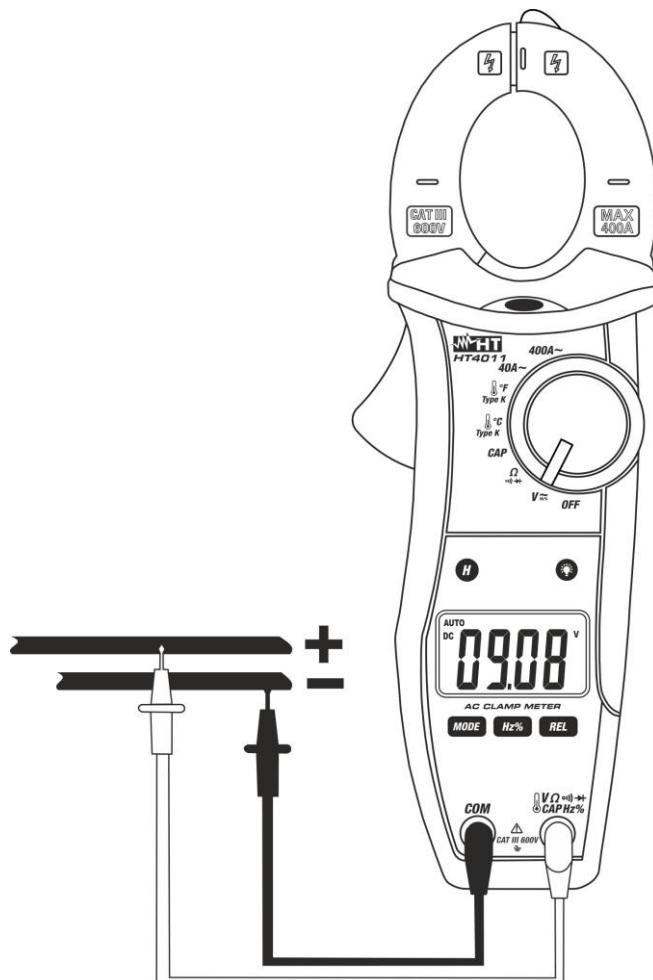

Fig. 3: Uso della pinza in misura di Tensione DC
3. Posizionare i puntali nei punti desiderati del circuito in esame (vedere Fig. 3). Il valore della tensione è mostrato a display
5. La visualizzazione del simbolo "**-**" sul display dello strumento indica che la tensione ha verso opposto rispetto alla connessione di Fig. 3